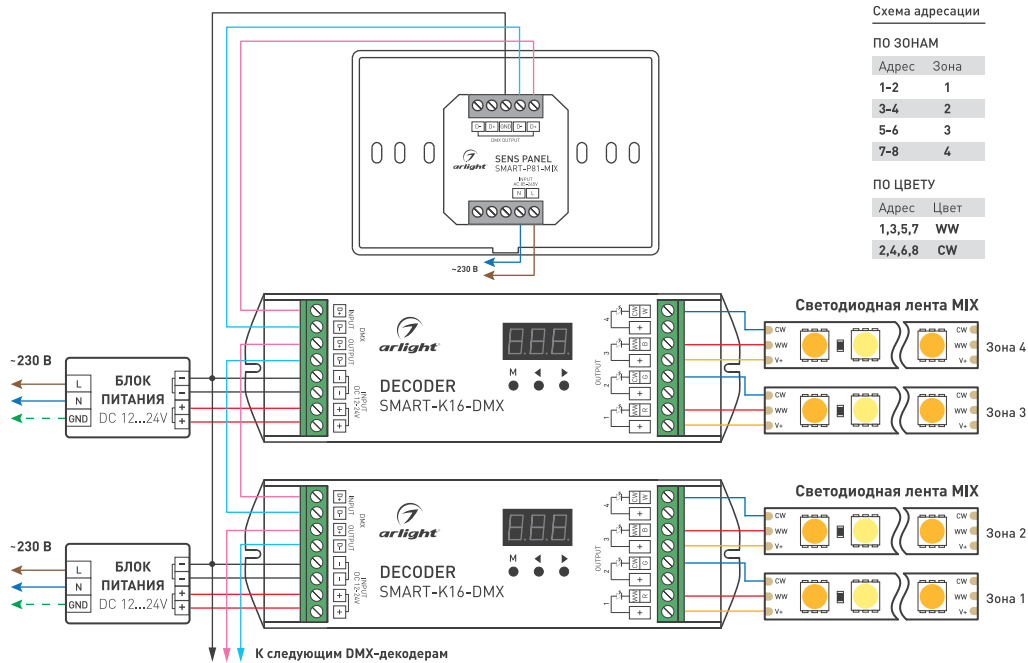

Рисунок 1. Общая схема подключения панели.
3.2. Подключите оборудование согласно схеме, приведенной на Рис. 1. Соблюдайте полярность и порядок подключения проводов к клеммам.